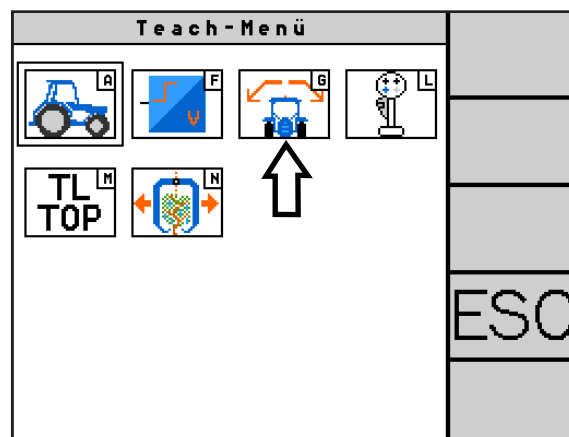

Abb. 60: Teach Geländesensor aufrufen
Rufen Sie im Teach-Menü das Menü „Teach Geländesensor“ (G) auf (siehe Abb. 60).